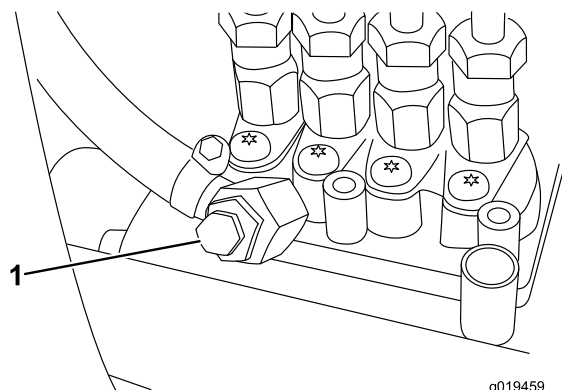

図 36
5. 燃料噴射ポンプについているエア抜きネジ（図 36）をゆるめる。